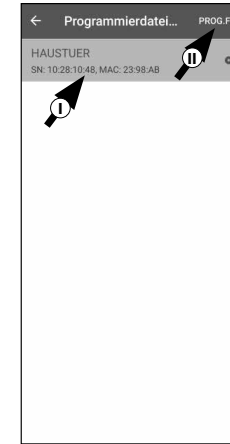

Abb. 88
- ⑥ Wählen Sie den Zylinder aus, für den Sie Änderungen eingerichtet haben (I) (Abb. 88).